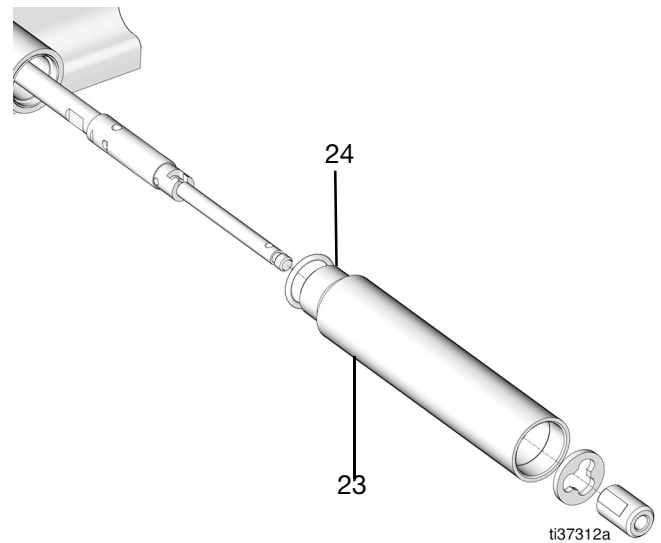

Рис. 39
21. Отвинтите и снимите трубу нижнего блока насоса (23) с помощью трубного ключа и снимите уплотнительное кольцо (24) с трубы нижнего блока насоса (23) (Рис. 39).